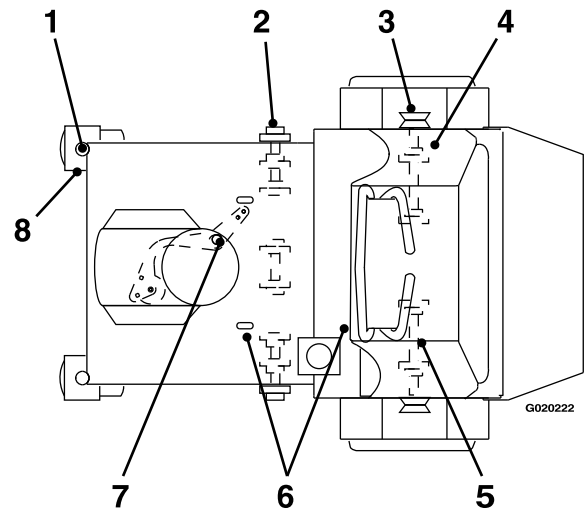

Figure 26
2. Essuyez les graisseurs avec un chiffon propre (Figure 26).
3. Raccordez une pompe à graisse aux graisseurs (Figure 26).